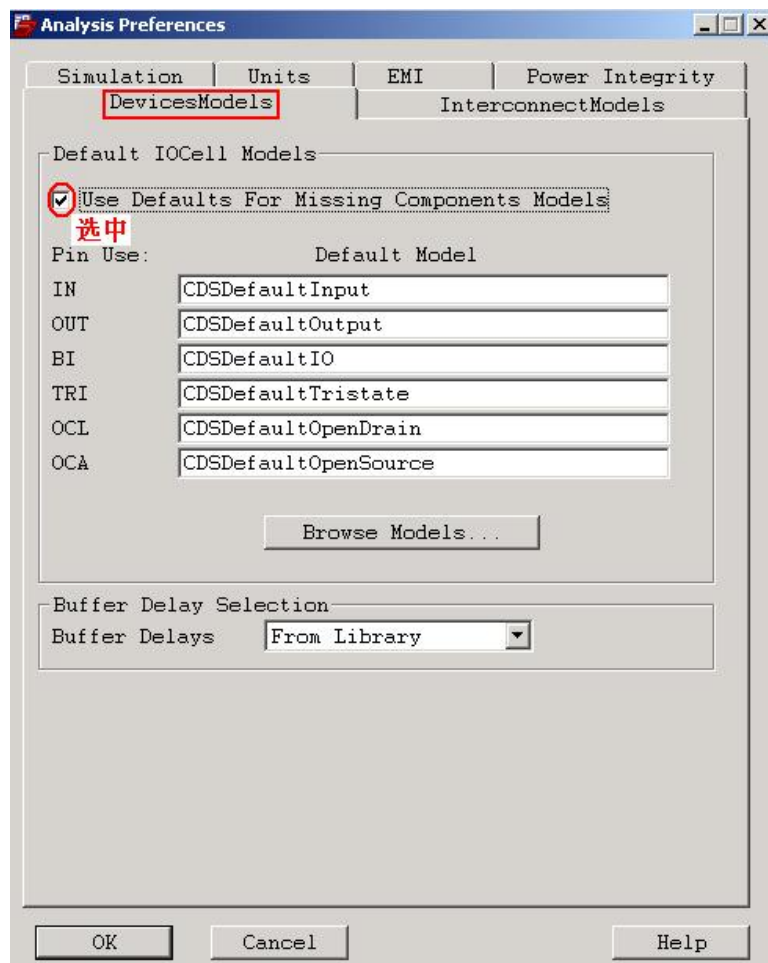

图2-27 Analysis Preferences窗口的DeviceModels标签栏
1) 首先选择**DeviceModels**标签，如下图2-27所示：